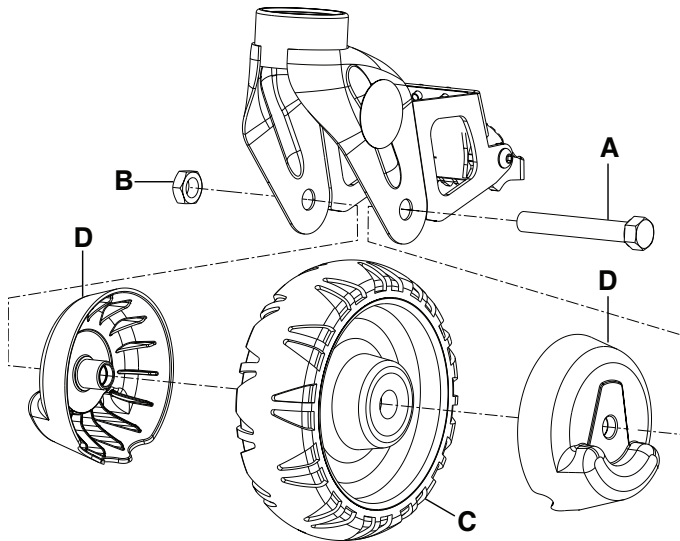
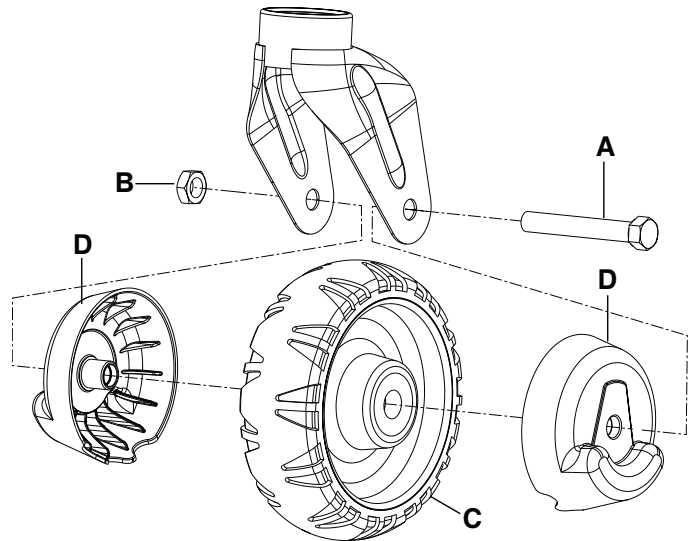

Abbildung 5 – Tragenräder mit Radabdeckungen mit Radsperre
Abbildung 6 – Tragenräder mit Radabdeckungen ohne Radsperre
4. Die zwei Radabdeckungen (6390-001-206 (D) um das Rad herum ausrichten, damit die Radabdeckungen auf beiden Seiten zueinander passen (Abbildung 5 oder Abbildung 6).
5. Mit einem 5/8"-Steckschlüssel mit einer Ratsche mit 3/8"-Antrieb und einem 11/16"-Kombischlüssel die Innensechskant-Senkschraube (A) und die Kontermutter (B) (0016-060-000) anbringen, um das Rad (C) mit den Radabdeckungen (D) an dem Laufrollhorn zu befestigen (Abbildung 5 oder Abbildung 6).